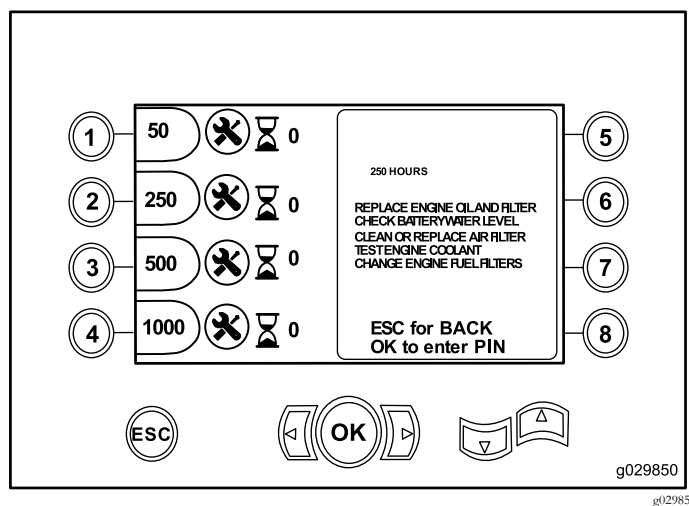

Рисунок 12
- Кнопка 2 – регламент техобслуживания после наработки 250 часов (Рисунок 12)